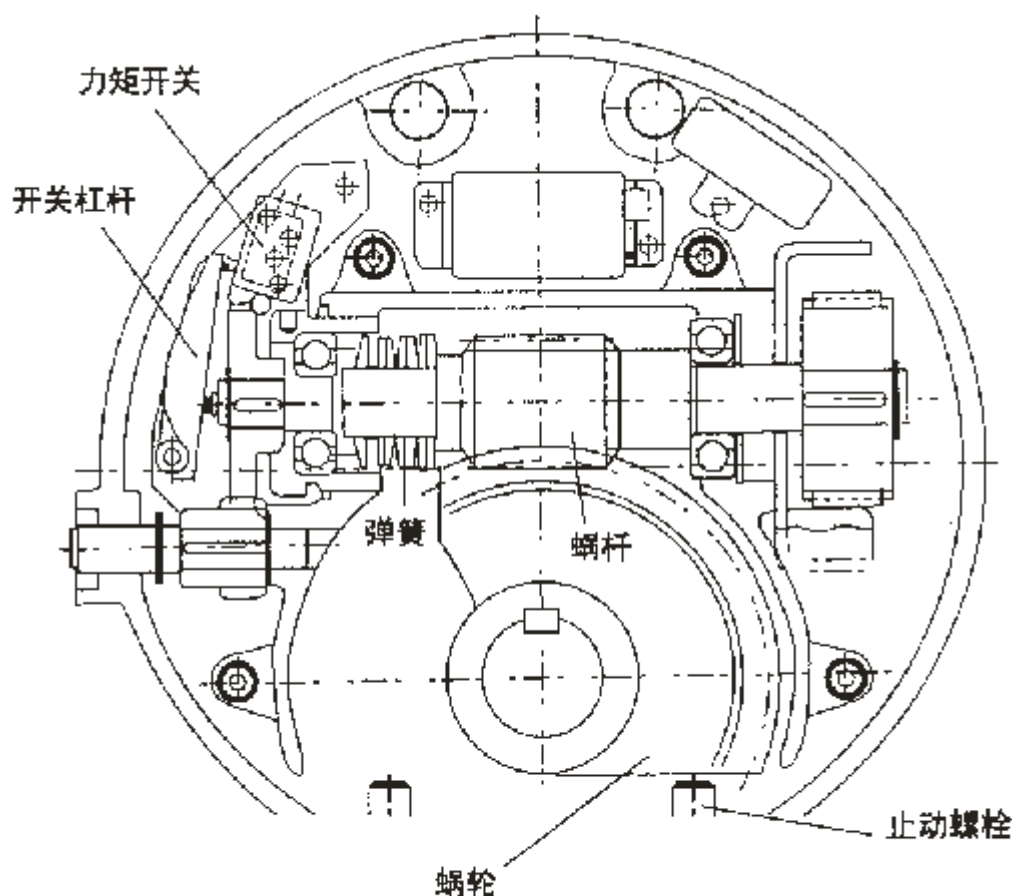
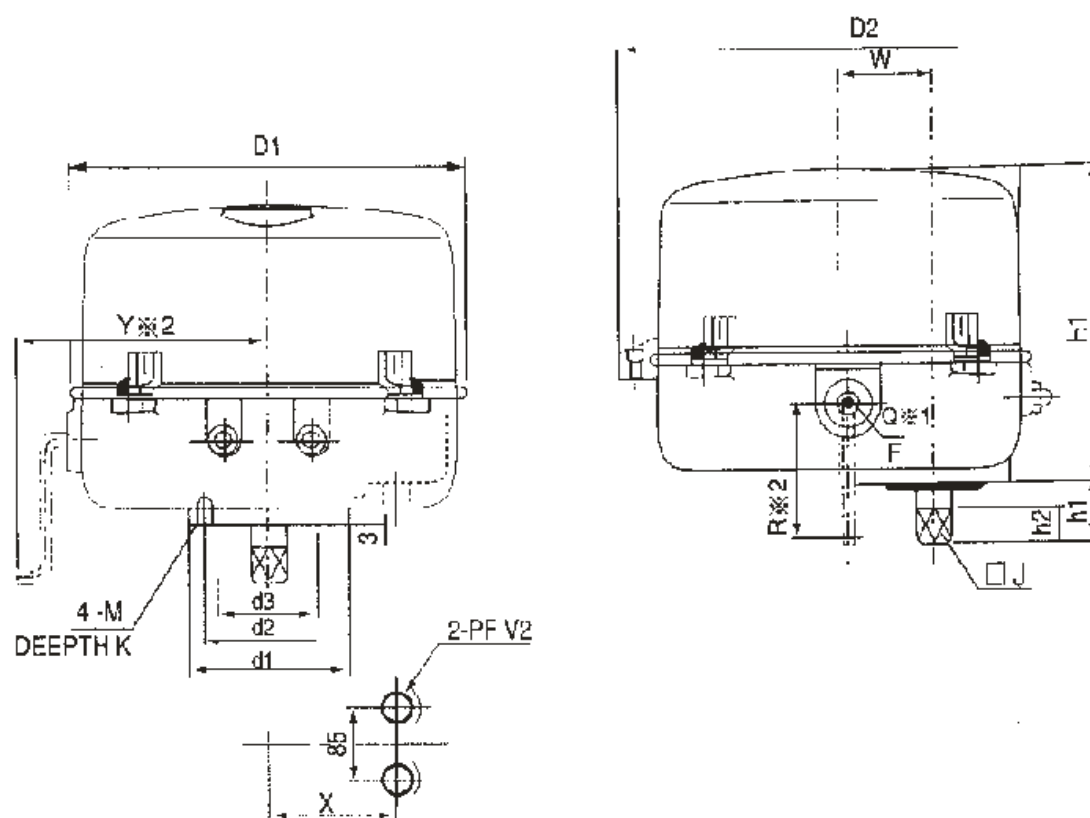
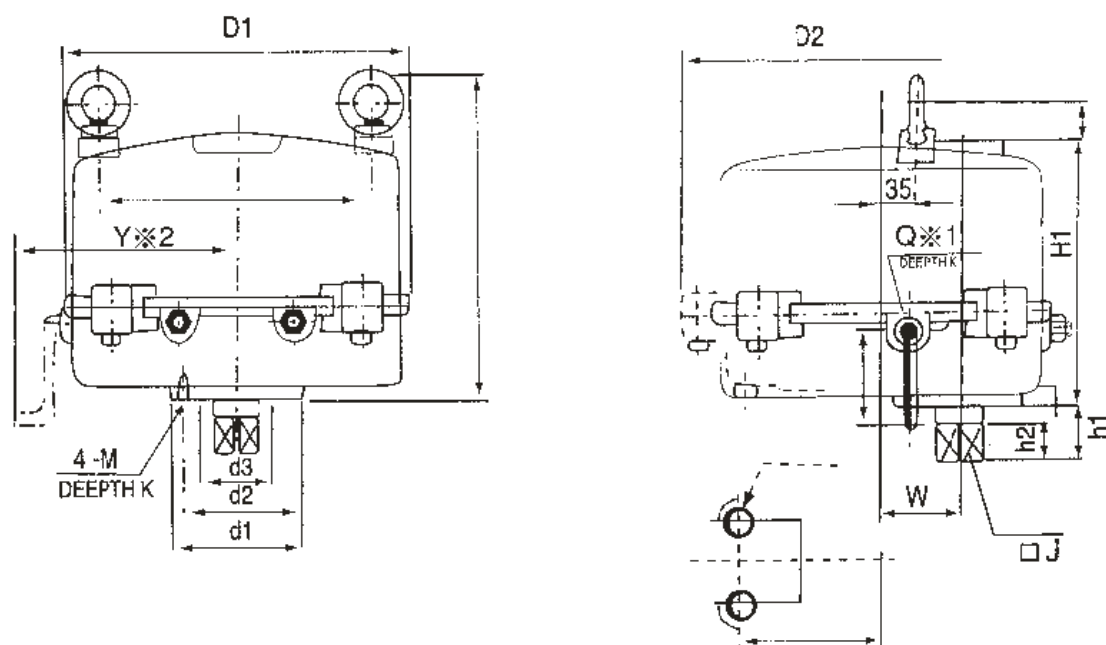

图9 力矩开关动作原理
图10 381RSA 381RSB 381RXB型执行器
图11 381RSC型执行器
* 力矩开关的动作原理（见图 9）
外形尺寸见图 9、图 10、图 11 和表 4